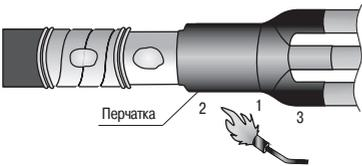

Рисунок 8.
4.20 Сблизить жилы кабеля. Надеть перчатку с усилием до упора в изолированный «корешок» разделки кабеля. Усадить перчатку, начиная от основания пальцев перчатки, вкруговую, затем в направлении оболочки кабеля. В последнюю очередь усадить пальцы перчатки на жилы кабеля. После усадки перчатка должна плотно облегать оболочку и трубки на жилах кабеля, а по торцам основания перчатки и пальцев должен быть виден выступивший расплавленный клей (рисунок 8).